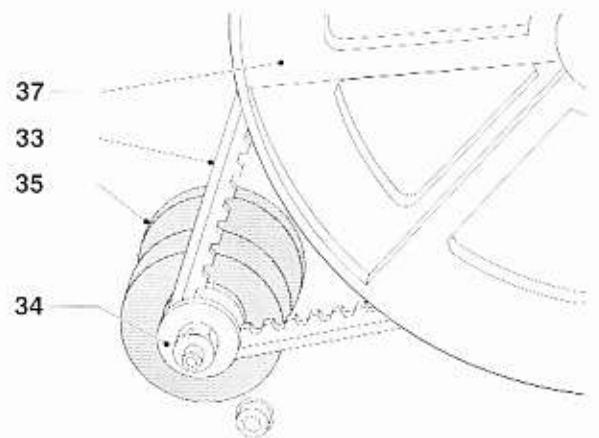

Figure M2
- Desserrez le boulon de positionnement du moteur (13) et déplacez le moteur dans la fente (36) pour relâcher la courroie d'entraînement (fig. M2).
- Sortez la courroie d'entraînement de la poulie libre (37), puis de la poulie d'entraînement (34) ou (35).
- Remettez la courroie d'entraînement sur la poulie libre (37), puis sur la poulie d'entraînement désirée (34) ou (35).
- Repositionnez le moteur dans la fente (36) pour obtenir la tension correcte de la courroie d'entraînement et fixez le boulon de positionnement du moteur (13).